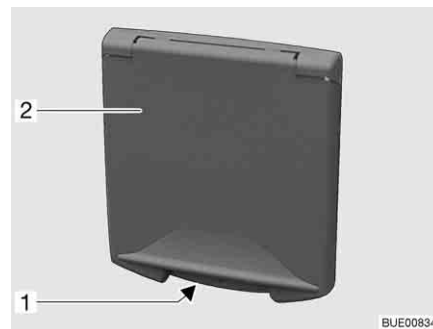

Fig. 50 Cierre a presión de la trampilla de servicio
- Introducir la llave en el cilindro de cierre del cierre a presión bajo llave (Fig. 50,1) y girarla un cuarto de vuelta. El cierre a presión está desbloqueado.
- Introducir la llave en el cilindro de cierre del cierre a presión bajo llave (Fig. 50,1) y girarla un cuarto de vuelta. El cierre a presión está bloqueado.